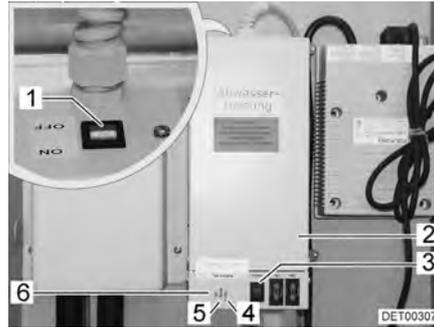

Bild 123 Trafo mit Regelgerät
Der Trafo 230 V AC/12 V DC (Bild 123,2) ist je nach Modell im Kleiderschrank oder in der Truhe der Sitzgruppe eingebaut.
- Kontroll-Leuchte (Bild 123,5) leuchtet grün: Regelung in Betrieb
- Kontroll-Leuchten (Bild 123,4 und 6) leuchten rot: Abwasserleitungen werden erwärmt
In das Gehäuse ist ein Prüftaster (Bild 123,3) integriert, mit dem das Regelgerät kurzzeitig in Betrieb genommen werden kann. Durch Drücken des Prüftasters lässt sich die Funktion der Erwärmung testen, auch wenn die Umgebungstemperatur über 5 °C liegt.
- Schalter (Bild 123,1) am Trafo (Bild 123,2) auf "ON" stellen.
- Schalter (Bild 123,1) am Trafo (Bild 123,2) auf "OFF" stellen.